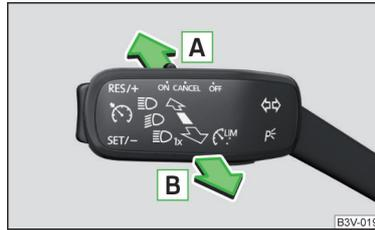

Abb. 72
- › Den Hebel in die gefederte Stellung **A** » Abb. 72 drücken. Im Display des Kombi-Instruments leuchtet die Kontrollleuchte **☾** auf.